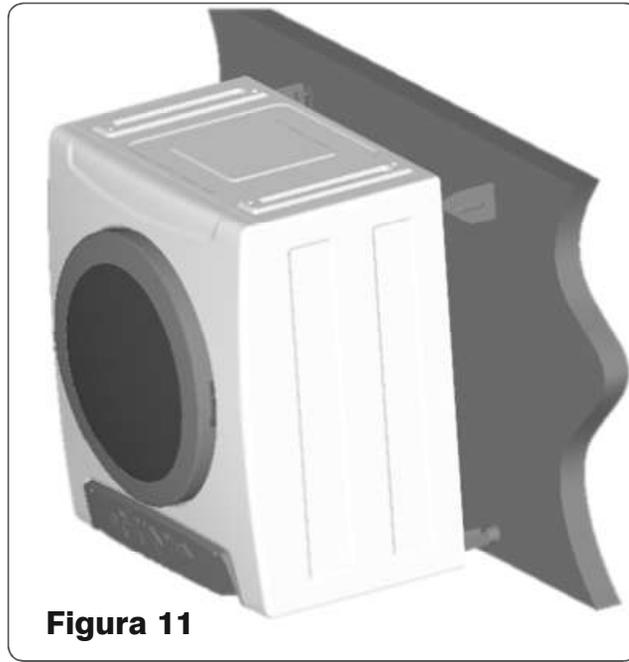

Figura 11
e. Com a ajuda de outra pessoa, instale a Secadora no suporte de parede (Figura 11).